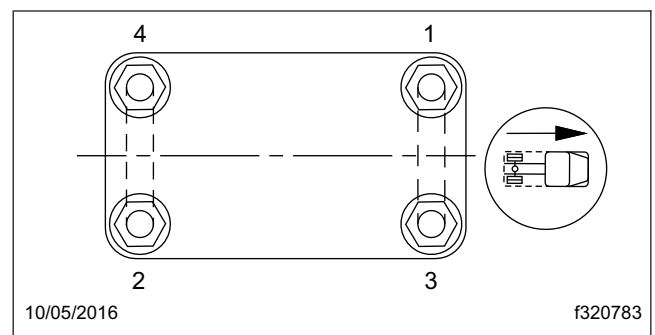

Figura 3, Secuencia de apretado para las tuercas altas de los pernos U
2. Revise el par de apriete del perno U. Vea las especificaciones del par de apriete para los pernos U en la **Tabla 6**. Apriete en secuencia diagonal según se muestra en la **Figura 3**. Ajuste con una llave (dinamométrica) de chasquido al valor